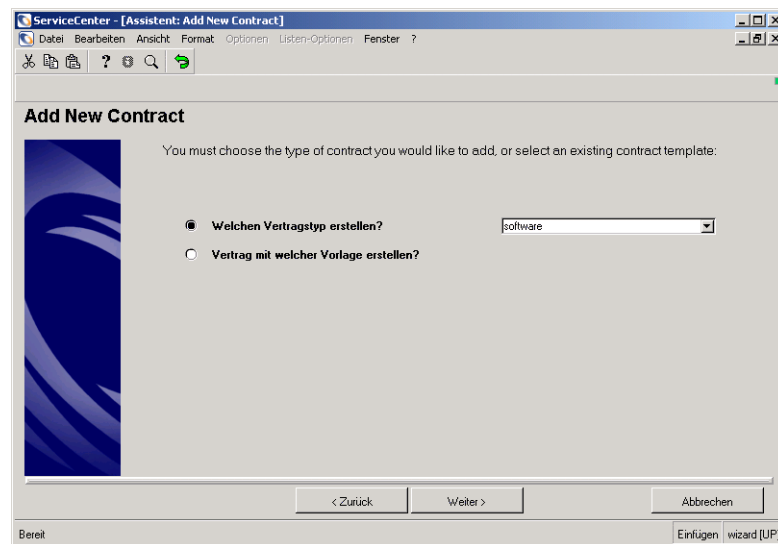

Abbildung 8-29: Assistent zum Hinzufügen eines neuen Vertrags
- 6 Abbildung 8-29 zeigt die Dropdown-Liste zur Auswahl eines Vertragstyps. Wählen Sie **Software** aus. Klicken Sie auf **Weiter**.